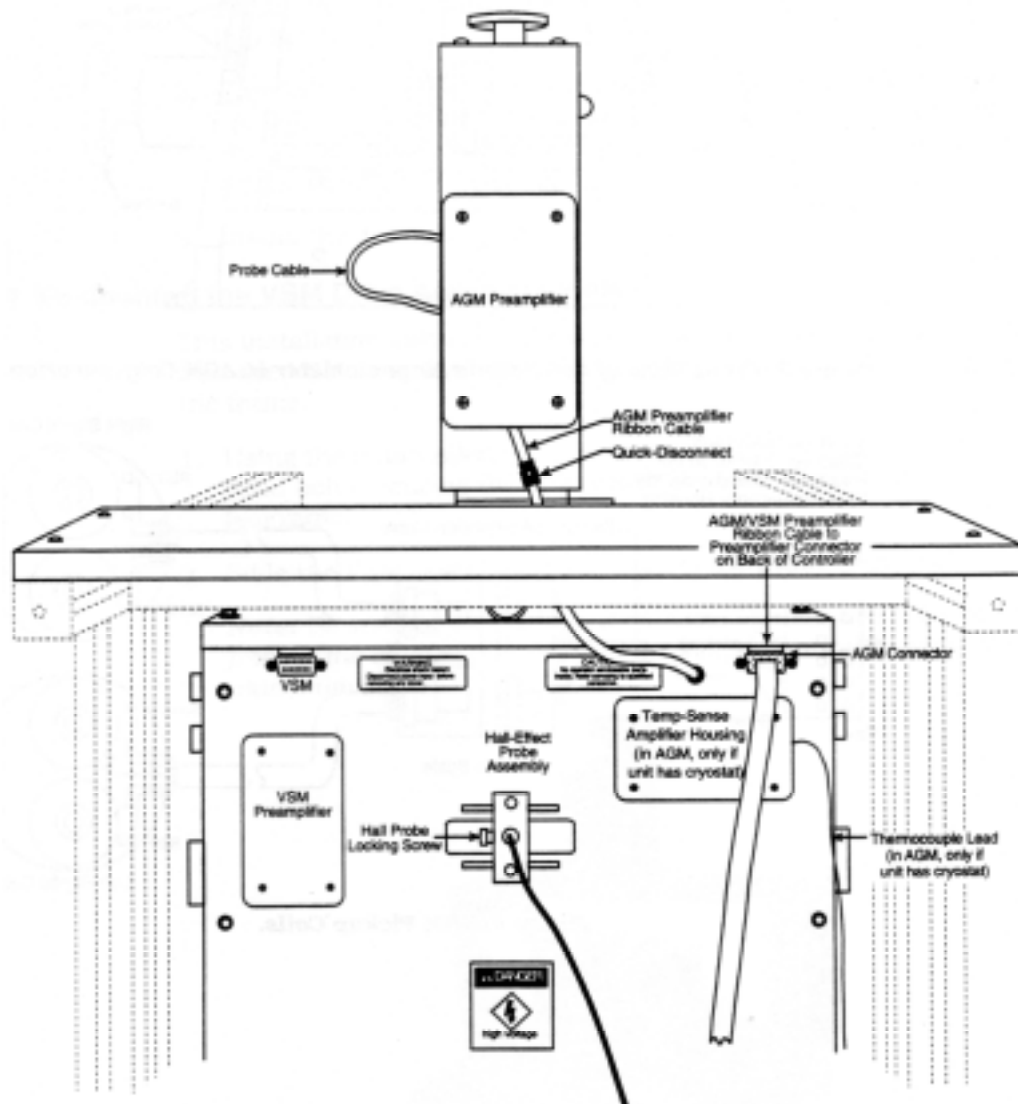

図2 AGMのコンバージョンシステムの場合の背面
- 2、ホールプローブを固定しているボルト (Hall Probe Locking Screw 図2参照) を緩め、注意してホールプローブを後ろへ引き抜きます。取り外したホールプローブは、安全な場所に保管してください。変換作業が終了後、再度取り付けます。
- 1、 図2でAGM プリアンプの位置を確認してください。